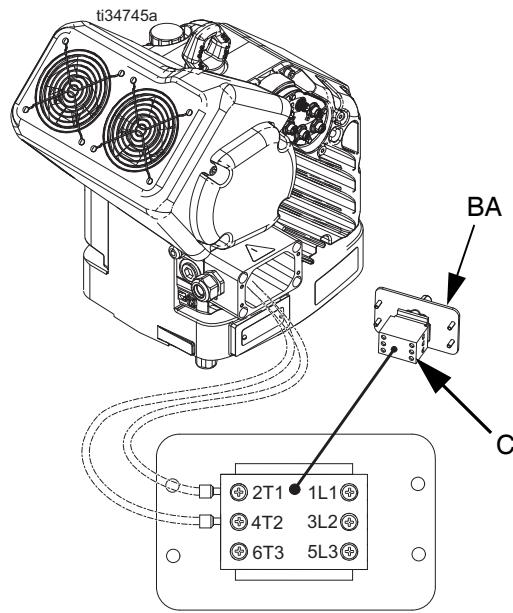

図 7: 端子接続
注：配線ボックス内では、電源線が切断ブロックの端子 2T1 と 4T2 にあらかじめ取り付けられています。端子の位置に関しては、図 7を参照ください。
- 図 図 7 電源コード接続元の配線を端子 1L1 と 2L2 に接続します。